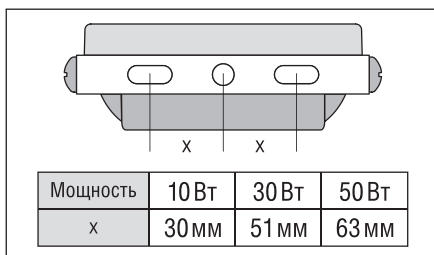

Рис.2
- Прожектор устанавливают на поверхности при помощи кронштейна с тремя отверстиями, Рис.2.